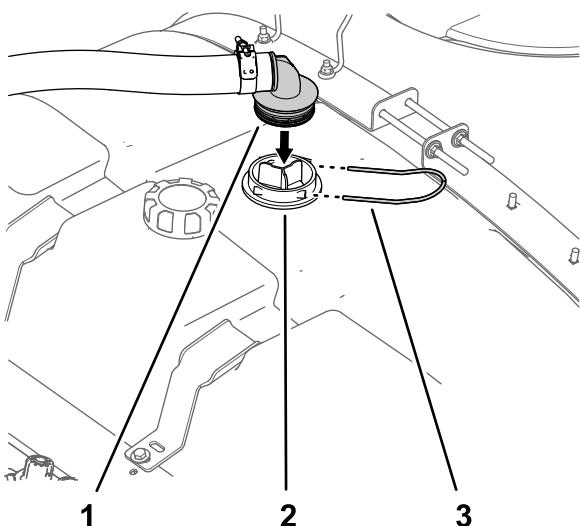

Bild 15
- Flchten Sie das gezahnte 90°-Anschlussstück des Zulaufschlauchs mit dem Gehuse des Saugsiebs aus (Bild 15).
- Befestigen Sie das gezahnte 90°-Anschlussstück mit der Haltegabel, die Sie in Schritt 4 in Vorbereiten des Sprühbehälters \(Seite 7\) entfernt haben, am Gehäuse (Bild 15).